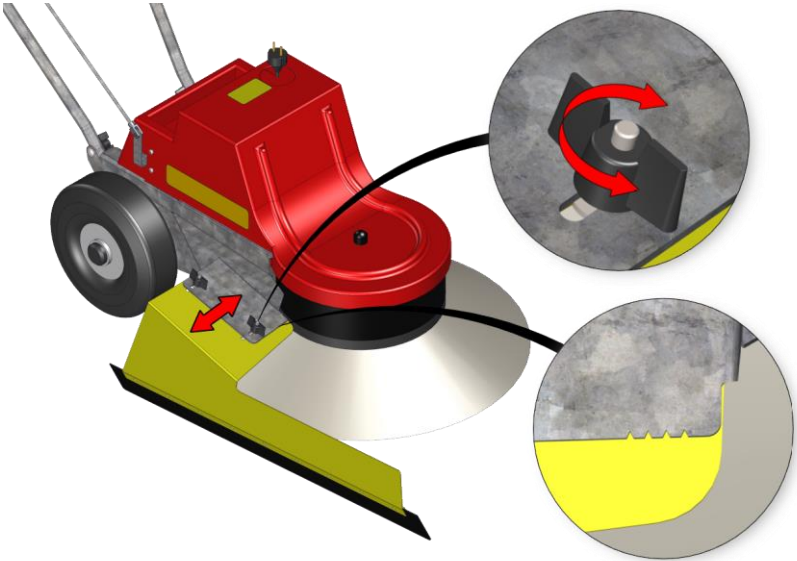

Abb. 59: Schwadblechverstellung
1. Die Flügelmuttern gemäß Abb. 59 leicht lösen.